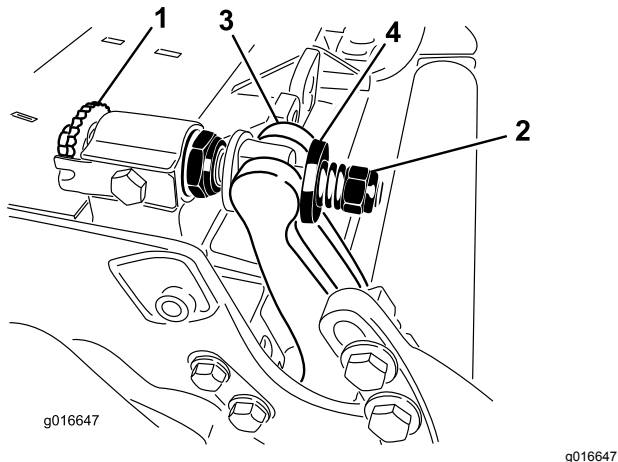

图31
1. 逆时针旋转底刀架调节螺丝将底刀后撤离开滚刀 图31。
2. 退出弹簧加压螺母直到垫圈不再对底刀架 图31 施压。